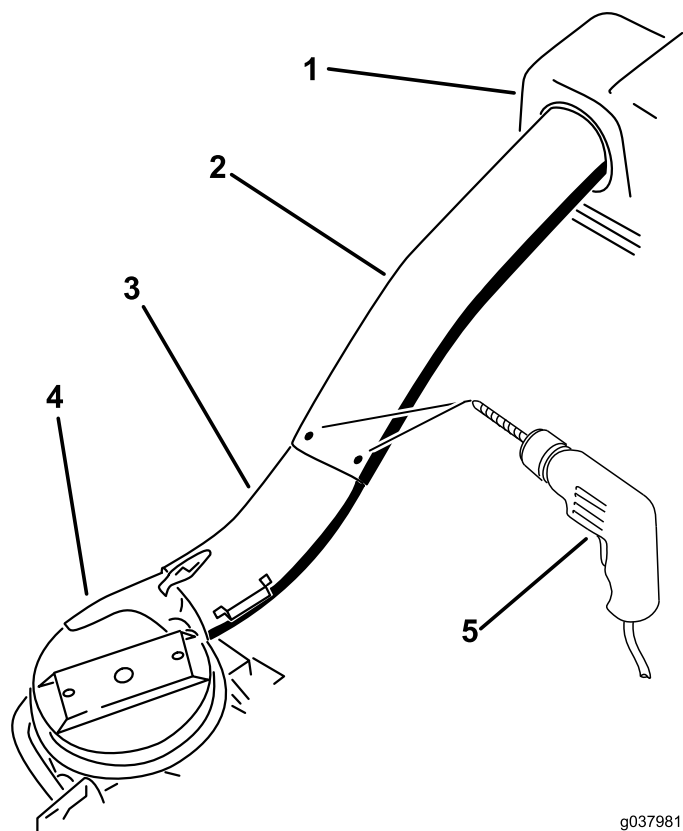

図 54
12. 上チューブにある3つの穴くぼみを型紙にして、上下のチューブが接続する部分に直径 5.6 mm の穴を 3 つ開ける **図 54**。